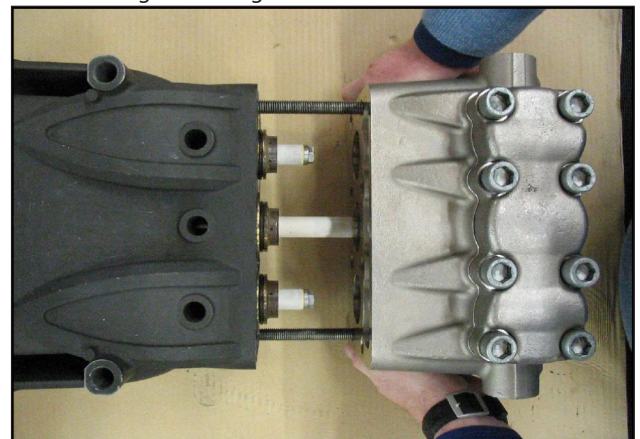

Abb. 33
- B) Schmieren Sie die Bauteile ②③⑤ mit Silikonfett der Sorte OCILIS Art. 12001600; dieser Vorgang dient auch als Hilfe beim Setzen der Dichtungslippe am Kolben.
2. Mit zwei Wartungsschrauben - Stiften (Art. 27726000), die gemäß Abb. 33 am Gehäuse befestigt sind, zentrieren Sie den kompletten Kopf nur am mittleren Kolben.